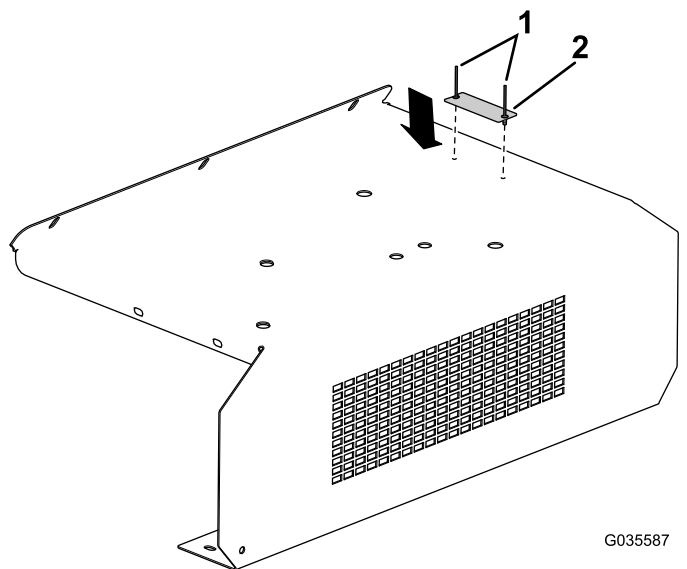

图7
2. 卸下将冲洗防护装置固定到机器的螺栓和螺母图7。
5. 用 2 个铆钉将先前卸下的串联板安装到新冲洗防护装置上 图7。